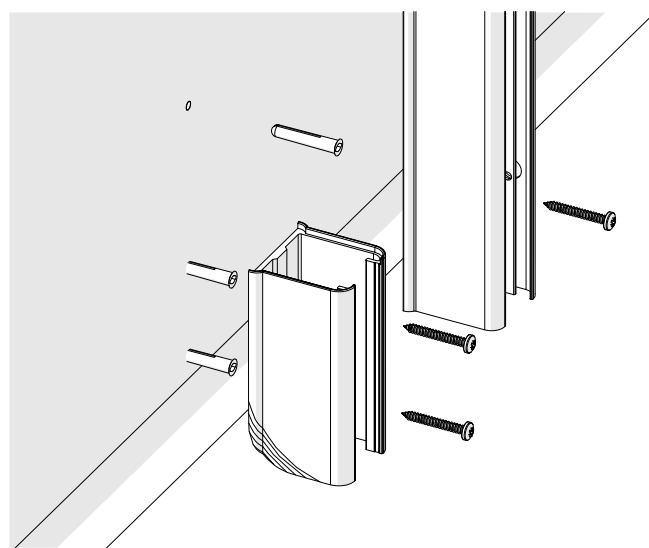

Fig. 1.2
- Pour les sols souple, utilisez l'adaptateur (10-010-138). Découpez celui-ci pour l'adapter à la courbe du revêtement de sol. Coupez 100 mm du bas des profilés muraux. Figure 1.2